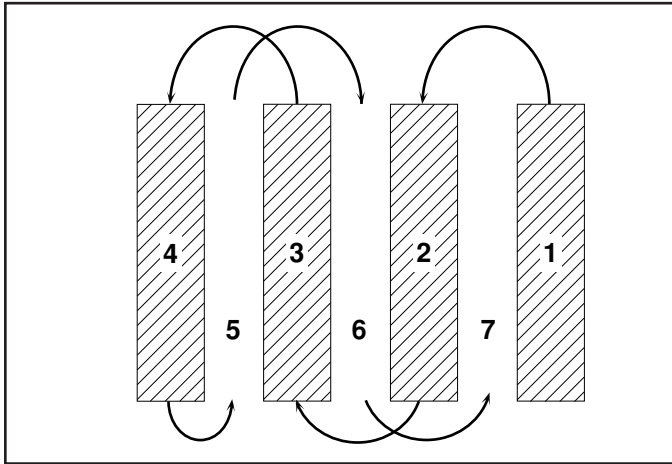

FIG. 15
- Vous trouverez le labourage beaucoup plus facile si vous laissez un sillon non bêché entre les passes. En ce temps-là retourner entre le rang de labourage (Voir la fig. 15). Il y a deux raisons pour faire ceci. Premièrement, des virages larges sont beaucoup plus faciles à prendre que faire des demi-tours. Deuxièmement, la motobineuse ne vous entraînera pas vers le rang bêché qui est le plus proche.